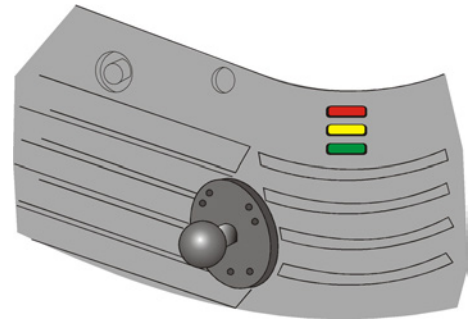

图 5-1 投影机状态 LED
2. 检查投影机后角上 LED 的状态。(图 5-1)。如果没有任何活动，请参阅 #3。